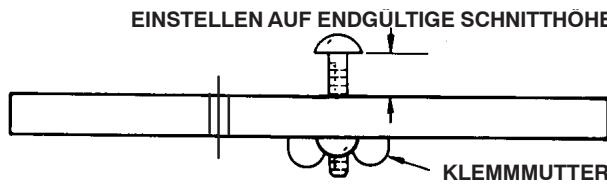

**Bild 17**
**Hinweis:** Positionieren Sie die lange konische Mutter (Bild 17) unten für Höhen von 32 mm oder höher. Positionieren Sie die kurze konische Mutter für Höhen unter 32 mm.